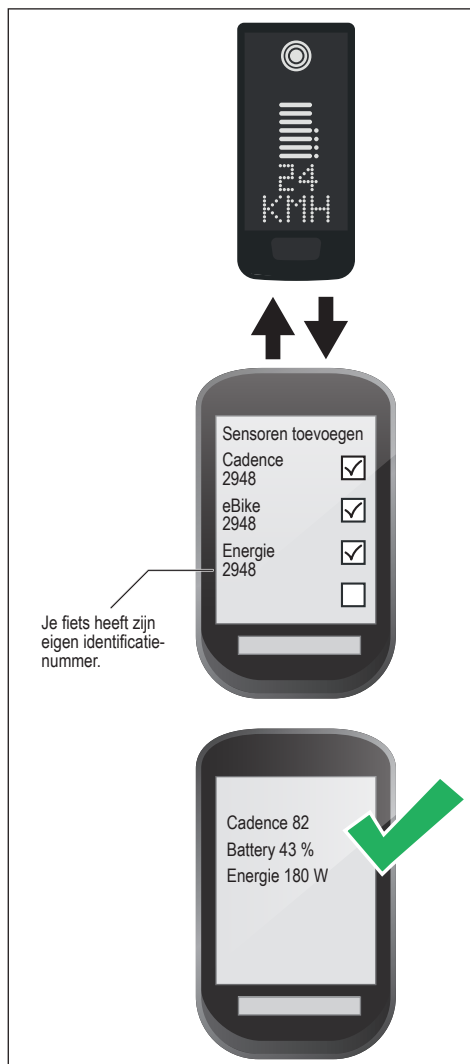

Fig. 8: Aansluiting e-bike op fietscomputer
- Selecteer ten minste één van de drie afgebeelde sensoren (zie Fig. 8).